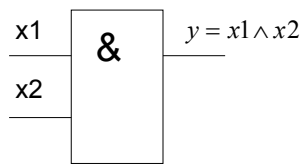

Рис. 157
3. Конъюнкция, или логическое умножение. Элемент, реализующий функцию конъюнкции, называется И (смотрите рис. 157, 158).  $y = x_1 \wedge x_2 \wedge \dots \wedge x_n$